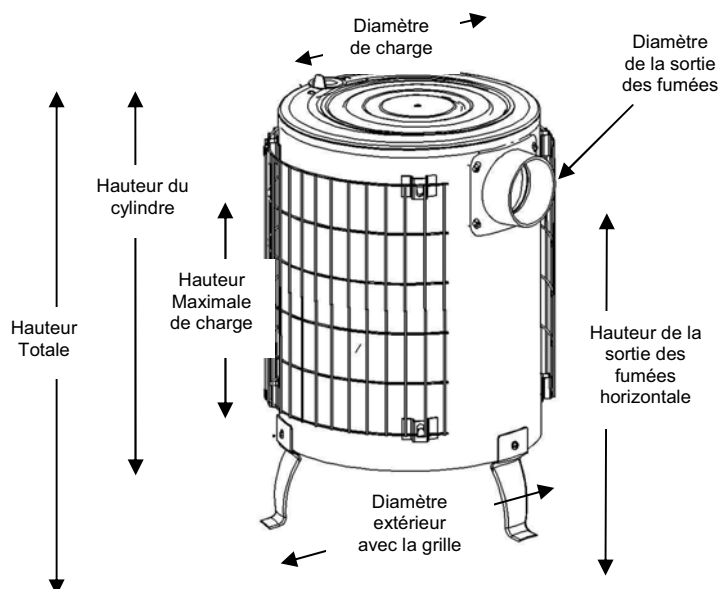

Figure 1: dimensions
**Dimensions et poids (figure 1) (\*) poids grille 5 kg**